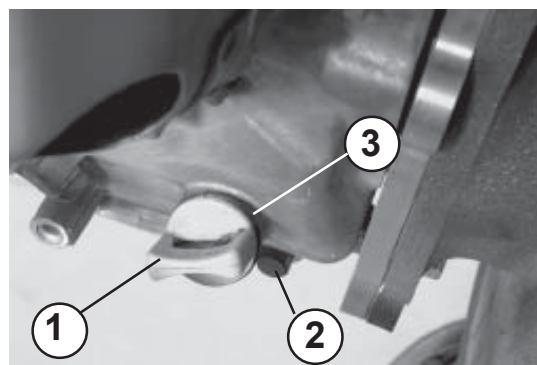

Figura 20
- Abastecer o motor de óleo conforme especificações, até a parte inferior do orifício de entrada (Veja Figura 20 a).
Figura 20 a